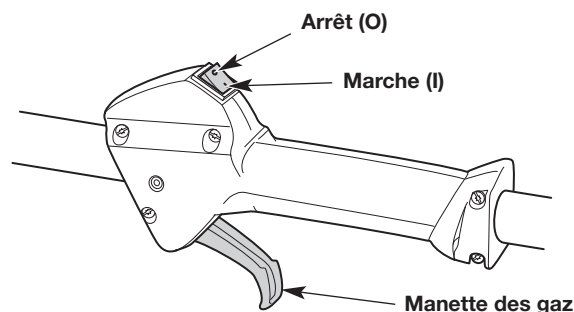
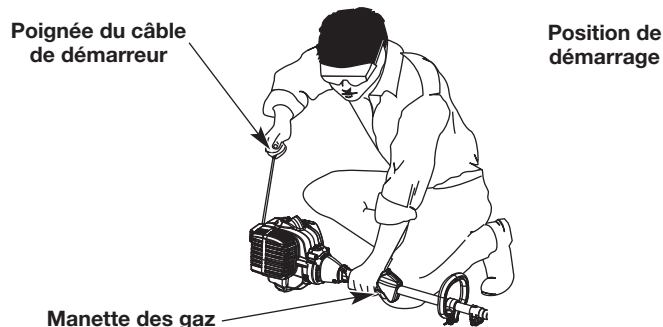

Fig. 8
Fig. 10
AVERTISSEMENT : évitez tout démarrage accidentel de l'appareil. Pour éviter toute blessure grave, l'opérateur et l'appareil doivent être tous deux en position stable quand l'opérateur tire sur le câble de démarreur (Fig. 10).
REMARQUE : il n'est pas nécessaire de démarrer l'appareil. L'interrupteur de marche/arrêt est constamment en position de marche (I) (Fig. 8).
5. Accroupissez-vous en position de démarrage (Fig. 10).
6. Appuyez sur la manette des gaz (Fig. 8) et tirez sur le câble de démarreur d'un mouvement contrôlé et ferme à **5 reprises** (Fig. 10).
2. Appuyez sur l'interrupteur de marche/arrêt et maintenez-le enfoncé en position d'arrêt (O) jusqu'à ce que le moteur s'arrête complètement (Fig. 8).